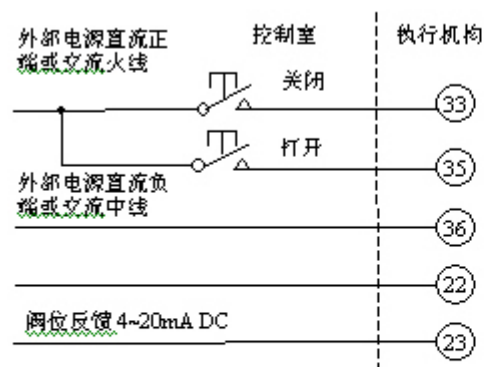
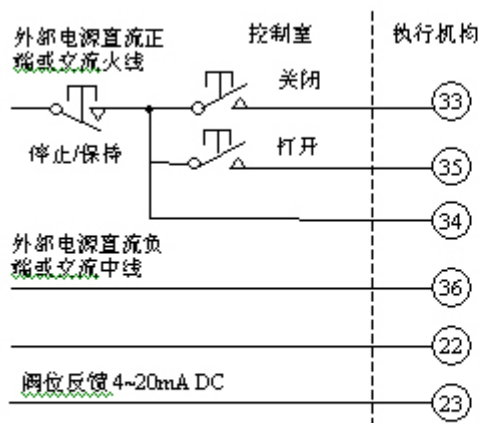

图 6-4 点动式打开/关闭控制。
图 6-6 保持式打开、关闭、停止控制
6.2.2 图 6-4~图 6-6 为外部 24~60V 直流或交流供电